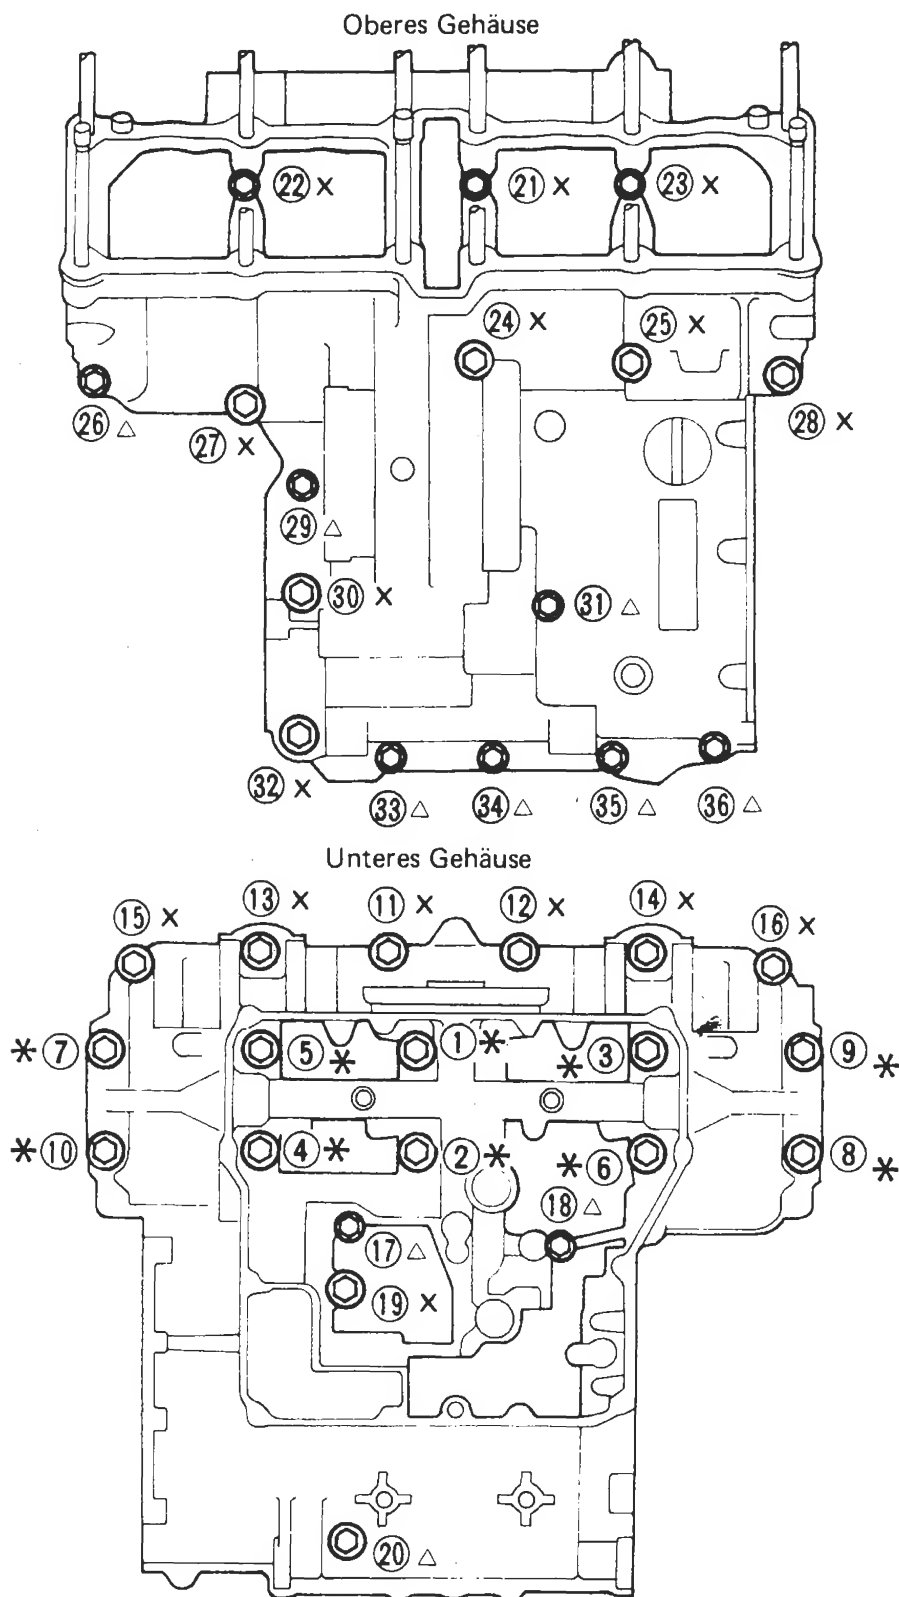

Bild 134
- Obere Gehäuseschrauben entgegen der in Bild 134 angegebenen Anzugsreihenfolge lösen.
- Wenn Gehäusehälften satt aufeinander sitzen, Gehäuseschrauben in Bild 134 angegebener Reihenfolge anziehen.